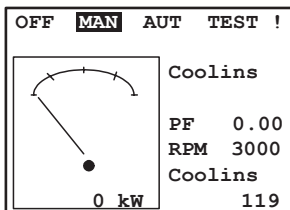

Рис. 11
- Кратковременно нажмите на панели управления кнопку «СТОП», на дисплее отобразится обратный отчет (Рис. 11) и начнется охлаждение двигателя.